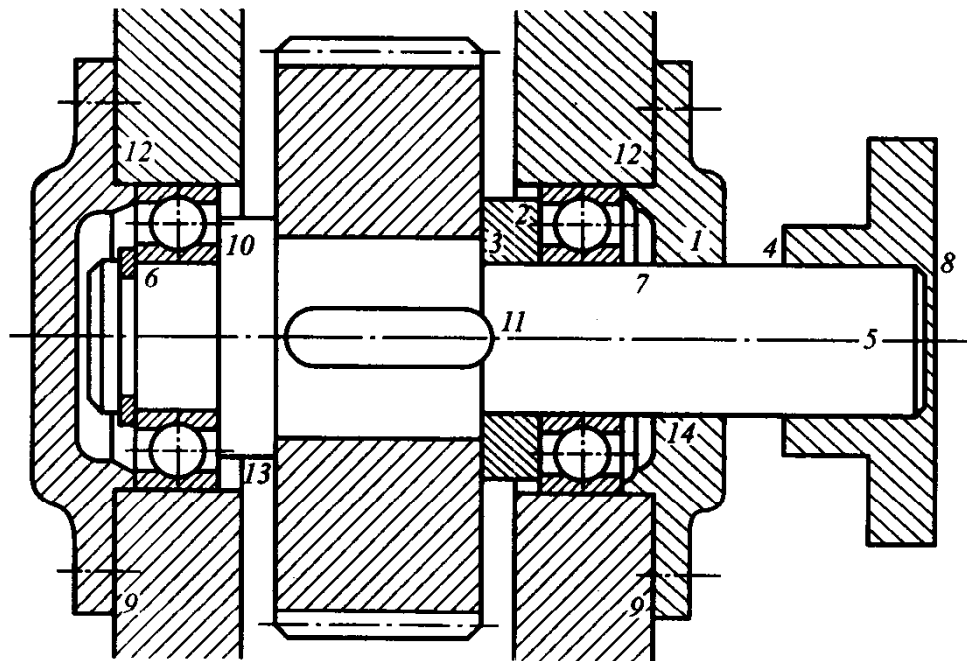

图 1-4 减速器从动轴轴系结构分析
- (1) 试分析图 1-4 中齿轮减速器从动轴轴系上的错误结构并改正。轴承采用脂润滑。